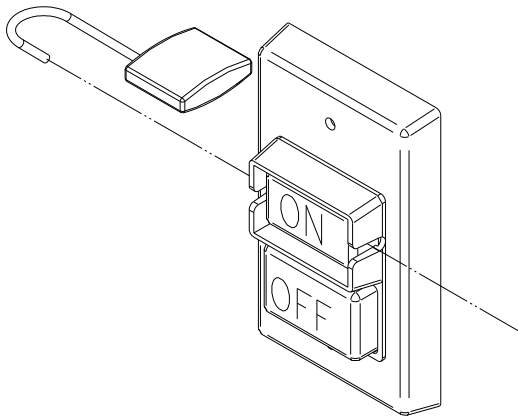

Fig. 7
1. Open the Padlock. See fig. 7.